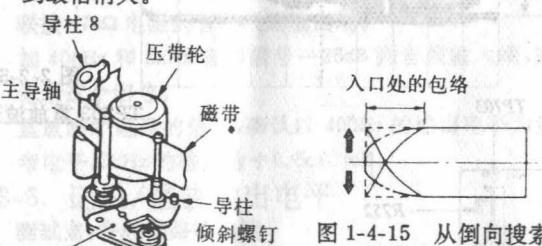

图 1-4-14 导柱 9 杠板的调整
- ① 用 E-240 磁带,置录像机为快进方式,使卷带盘上缠绕一部分磁带。
- ② 检查在导柱 8 的上、下凸缘处磁带是否存在皱褶,如果沿下凸缘方向没有皱褶则不需要调整。
- ③ 如果沿上凸缘方向出现皱褶,则调节导柱 9 杠板上倾斜螺丝,如图 1-4-14 所示,反时针调节该螺丝直到皱褶消失。
- ④ 如果沿下凸缘方向出现皱褶,则顺时针调节该螺丝直到皱褶消失。